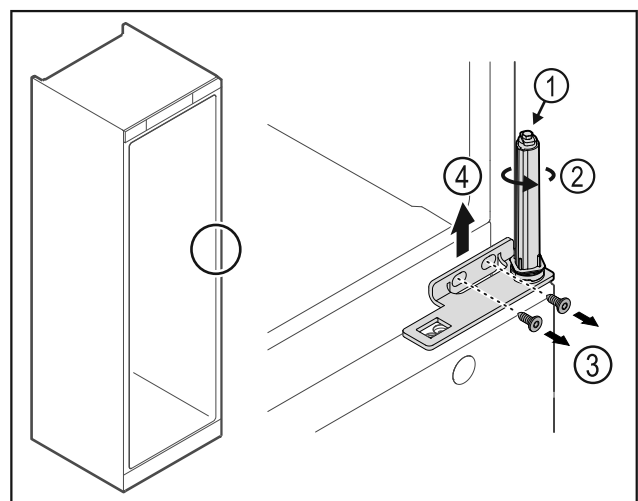

Fig. 32
- ▶ Μην αποσυναρμολογείτε το σύστημα κλεισίματος πόρτας Fig. 32 (1).
- ▶ Περιστρέψτε το σύστημα κλεισίματος Fig. 32 (2), μέχρι να κάνει κλικ.
- ▶ Λύστε τις βίδες Fig. 32 (3), αφαιρέστε τη γωνία μεντεσέ προς τα επάνω Fig. 32 (4).